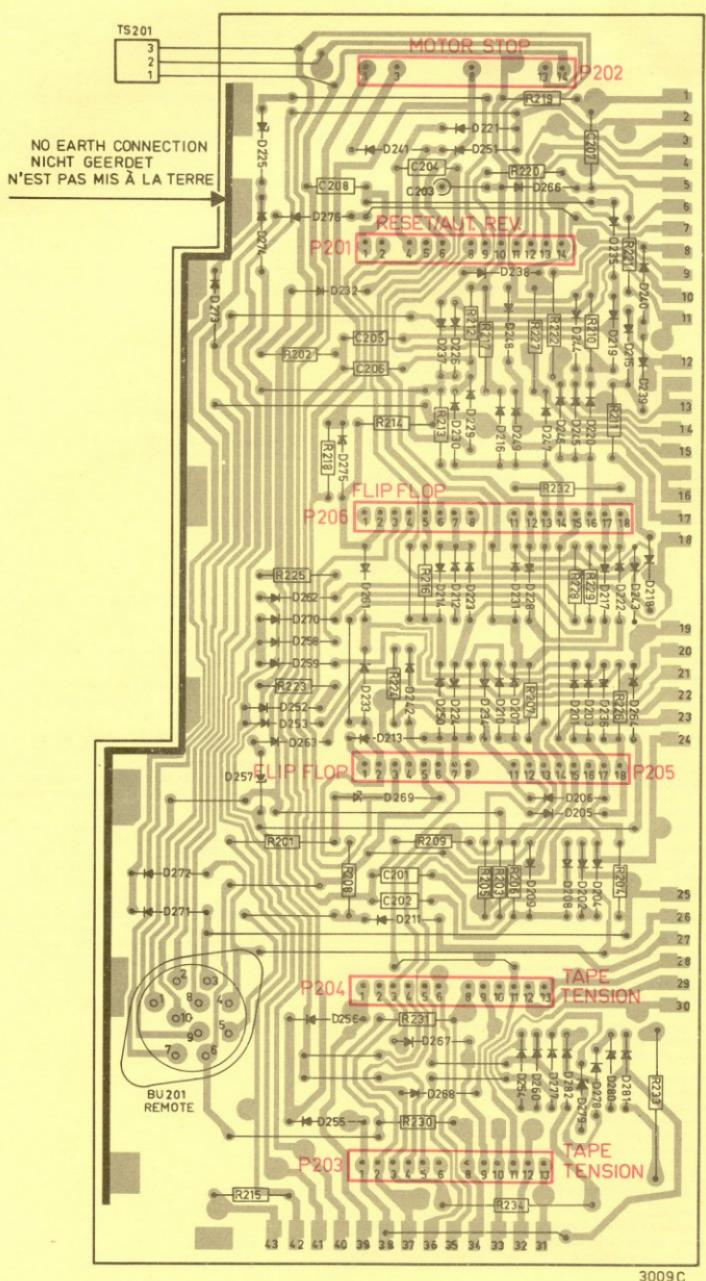

Fig. 2
- En aparatos a partir del estampillado WR09/304 es añadido la resistencia R202 (2,2 kΩ - 1/8 W ± 5 %) sobre la placa impresa 2 (véase la fig. 2). Al mismo tiempo son modificados los diodos D10 y D11 sobre la unidad RESET/AUTOMATIC REVERSE P201 de BZX88/C3V3 en BZX79/C4V7. Esta modificación es introducida debido a que el aparato se paraba a veces sin razón alguna al ser usado la unidad de mando a distancia N6719.
- En aparatos a partir del estampillado WR09/323 son introducidos las siguientes modificaciones sobre la placa impresa 2 (véase la fig. 2):